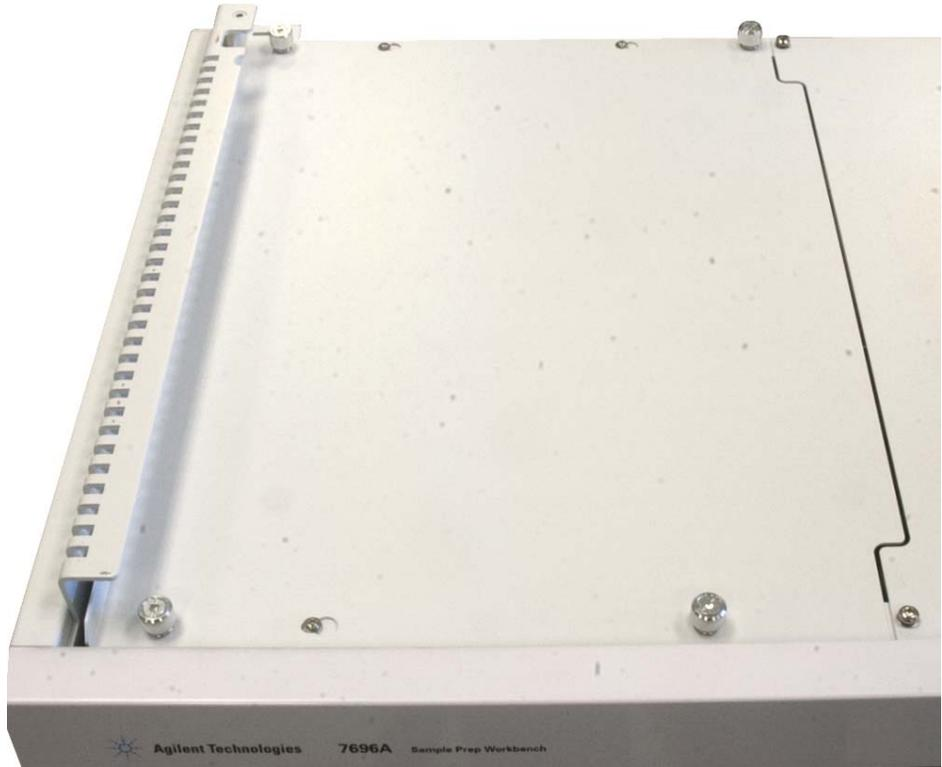

Abb. 1 Entfernen der Kopfblende links auf der Grundplatte
- 1 Lösen Sie die Rändelschrauben an der Kopfblende links auf der Grundplatte (Abb. 1).